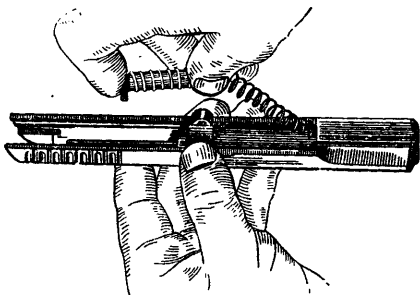

Рис. 77. Как вынуть возвратную пружину
4) **вынуть возвратную пружину:** удерживая затвор левой рукой возвратной пружиной кверху, правой рукой вынуть пружину из кожуха затвора вместе с направляющим стержнем и наконечником (рис. 77);